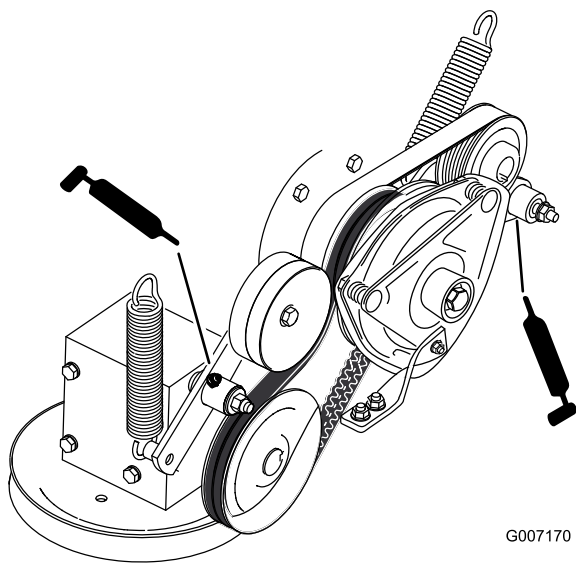

Figure 38
7. Graissez le bras de la poulie de tension de la courroie d'entraînement de PDF (Figure 38).
8. Graissez le bras de la poulie de tension de la courroie de pompe (Figure 38).